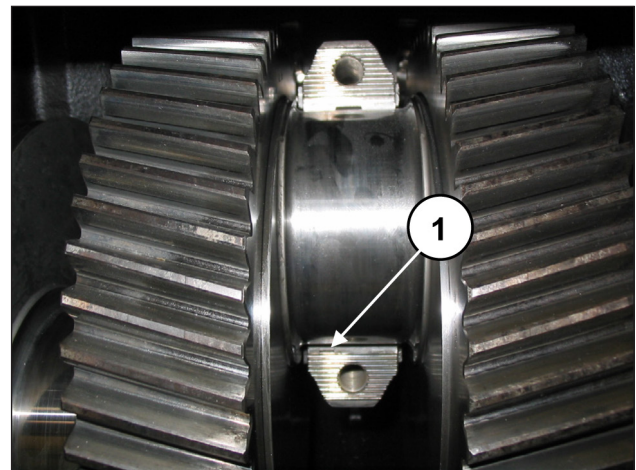

Abb. 82
Stellen Sie für einen vorschriftsmäßigen Einbau der Lagerschalen sicher, dass die Bezugsmarkierung der Lagerschalen in der entsprechenden Aufnahme an der Pleuelhälfte zu liegen kommt (Pos. ①, Abb. 82).